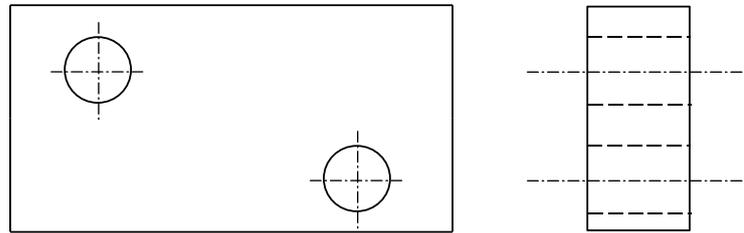

Figura 2
- 2) Disegnare la vista da sinistra che si ottiene sezionando l'oggetto di figura 2 mediante piani paralleli passanti, nella vista principale, per gli assi verticali dei fori.